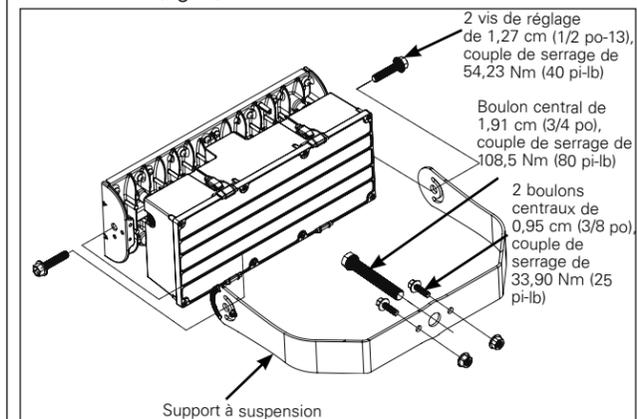
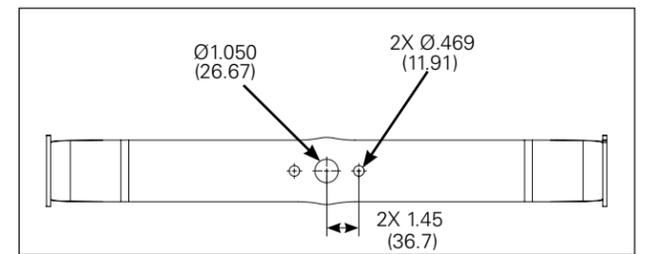

Figure 7.
Figure 8.
Montage suspendu (figures 7, 8, 9)
1. Montez le luminaire sur une surface assurant un contact maximal sur la surface inférieure de la suspension. Utilisez le motif de trous fourni à la figure 8 pour aligner correctement la suspension avec le trou central et les 2 fentes de 1,14 cm (0,45 po) avec un espacement de 7,37 cm (2,90 po) (fig. 7).
- Tournez le luminaire vers la position désirée et serrez les boulons centraux à un couple de 54,23 Nm (40 pi-lb) (fig. 7).
- Desserrez, mais ne retirez pas les deux (2) boulons centraux de 1,27 cm (1/2 po-13) du luminaire (fig. 7).